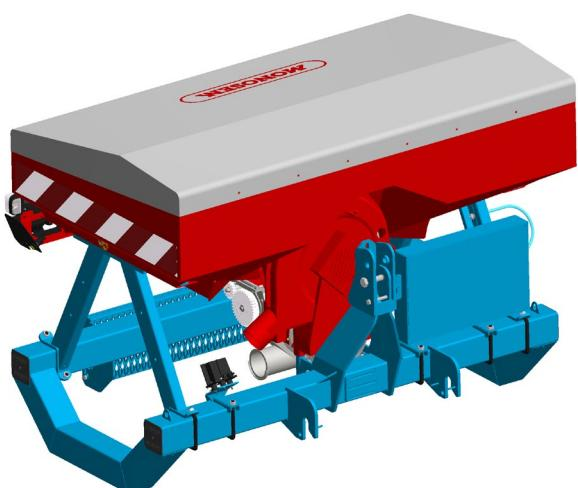

Fig.1
- Atteler la trémie frontale à l'avant du tracteur (fig.1).